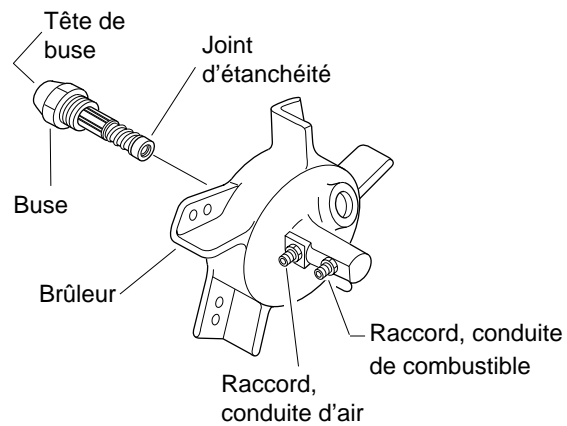

Figure 26 - Démontage de la buse, modèles 100/150
8. Avec une clé à tube de 5/8 po déposez soigneusement la buse du brûleur (voir figure 26).